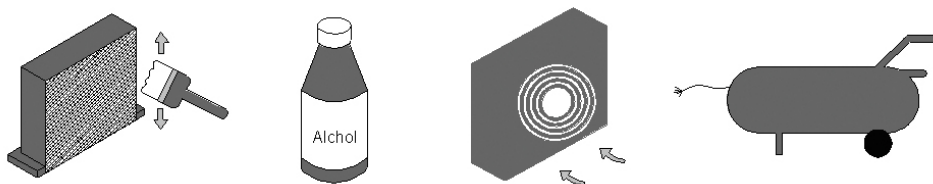

Figure 6 Nettoyage du condenseur
- Avec l'utilisation d'un jet d'air ou d'un pinceau sec avec soies rigides, pour éliminer la poussière, avec un mouvement vertical (comme indiqué dans la Fig. 6), la poussière et le bas des ailes.